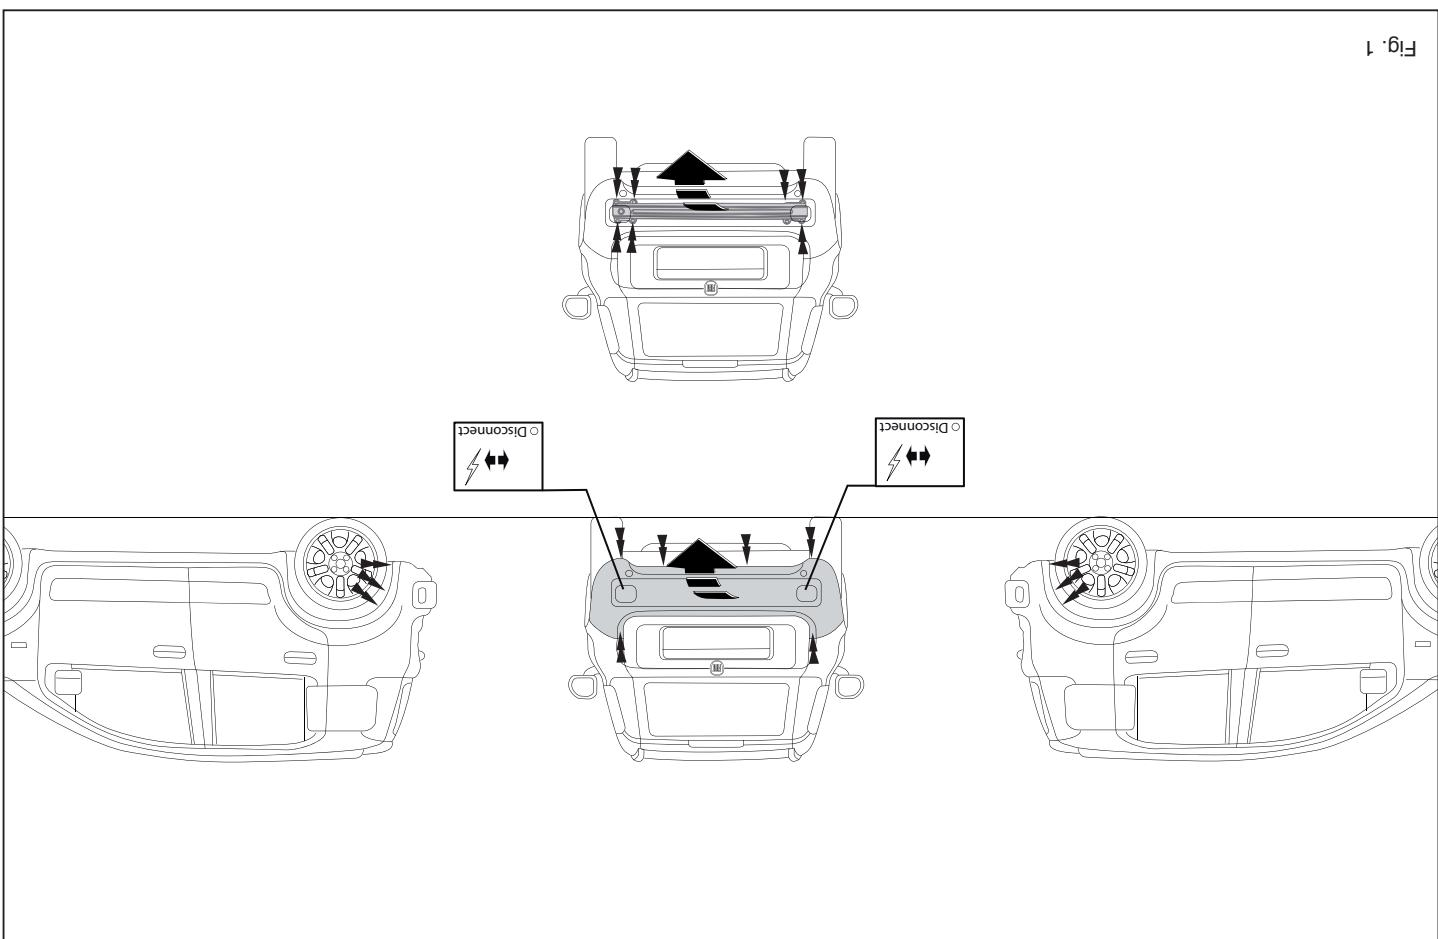

Fig. 1
1. Die Stoßstange einschließlich des stählernen Stoßbalkens vom Fahrzeug abmontieren. Der Stoßbalken wird nicht mehr benötigt. Siehe Abbildung 1.
- Demonter kofangeren, inklusive køretøjet stålstødbjælke. Denne bliver overflødig. Se fig. 1.